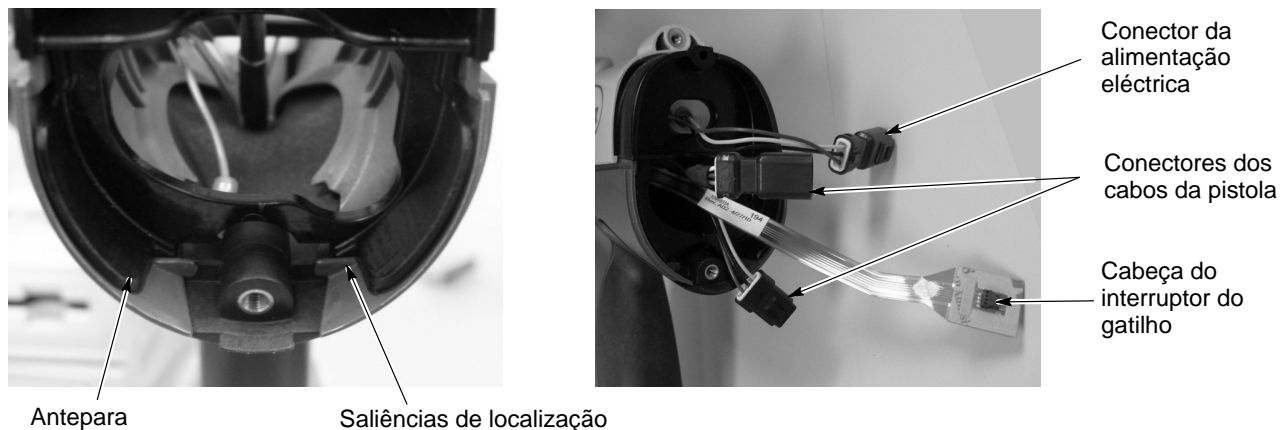

Figura 5-13 Montagem da antepara e disposição dos cabos
- Consulte a figura 5-13. Posicione o bordo inferior da tampa da antepara (8) atrás das saliências de localização situadas na parte de trás do conjunto do punho e rode a parte superior da antepara para a frente até ela engatar no seu lugar no punho e no corpo da pistola.